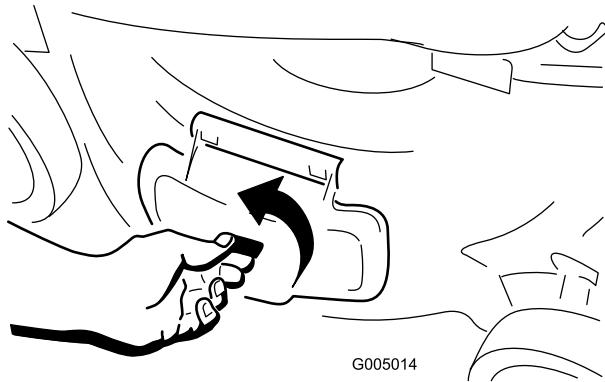

Bild 20
1. Entriegeln Sie die Seitauswurflappe (Bild 20).